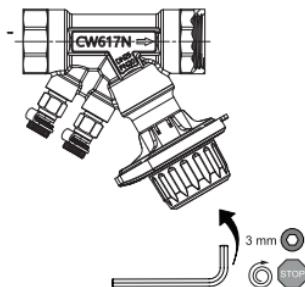

Рис.3
3. Используя шестигранный ключ размером 3 мм, поверните внутренний шпиндель по часовой стрелке до упора (рис.3).